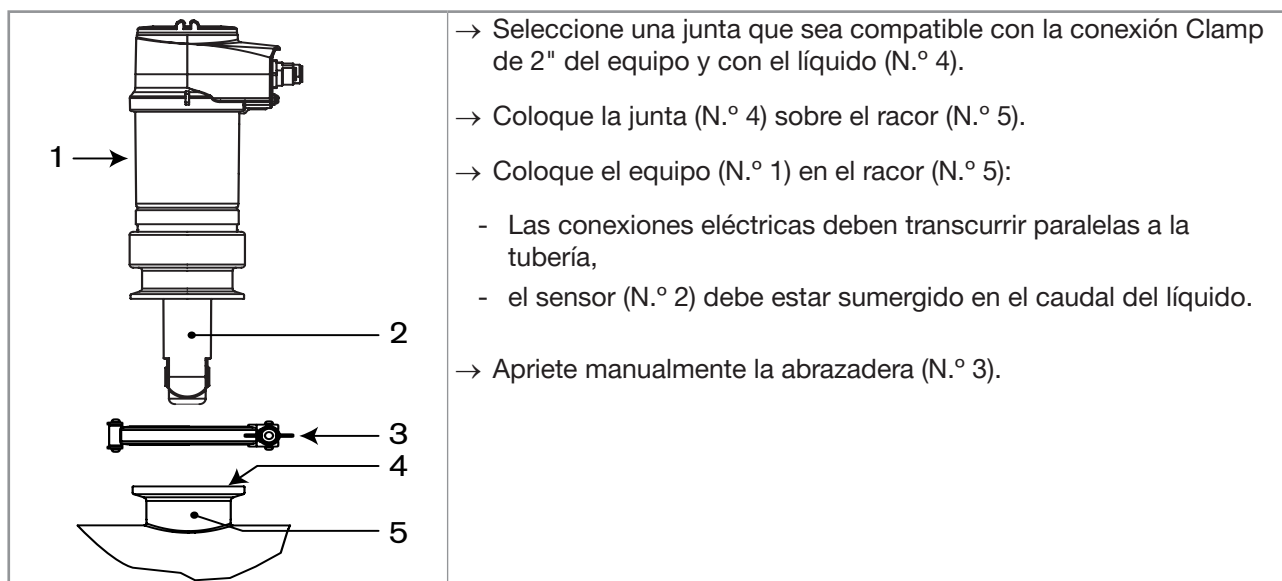

Imagen 11: Instalación de una variante del equipo con conexión de proceso tipo Clamp de 2" en la tubería
- Instale el racor según las indicaciones del manual de instrucciones del racor empleado (no se suministra). La Imagen 11 de la Página 23 muestra un ejemplo del racor (N.º 5).
→ Instale el equipo en el racor como se muestra en Imagen 11.